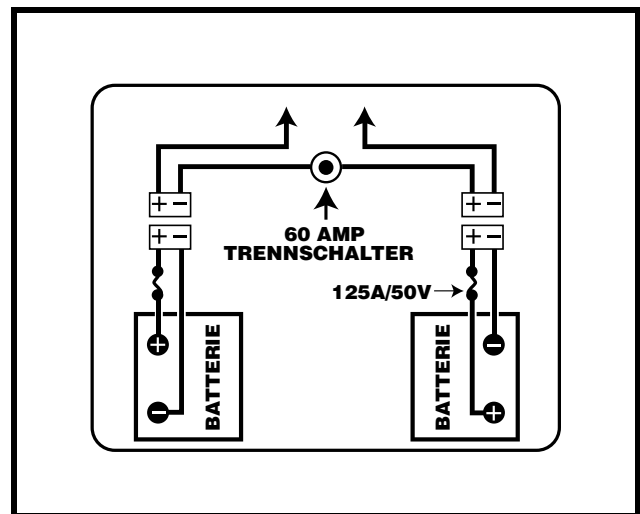

Abb. 13. Batterie kabelverlauf
6. Legen Sie neue Batterien ein. Jeder Anschluss sollte vom Sitzpfosten wegschauen. **Siehe Abb. 13.**